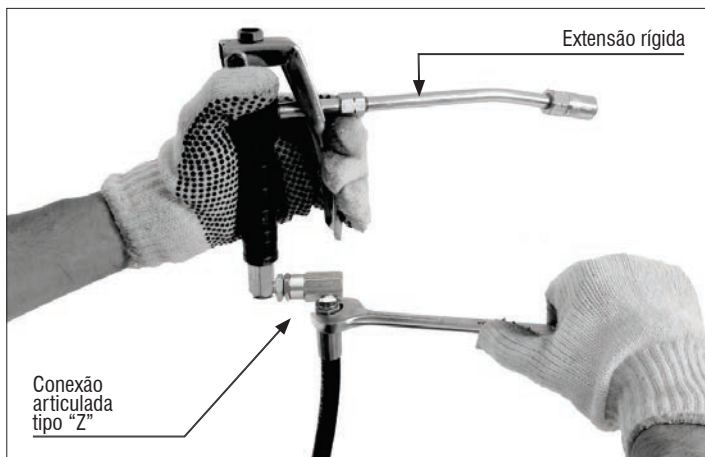

Fig. 5 – Extensão rígida/conexão articulada
- Com o auxílio de uma chave fixa (**não acompanha**), aperte a outra extremidade da mangueira de alta pressão à conexão articulada da pistola de aplicação de graxa. Conecte a extensão rígida na conexão de saída da pistola da aplicação de graxa (Fig. 5);